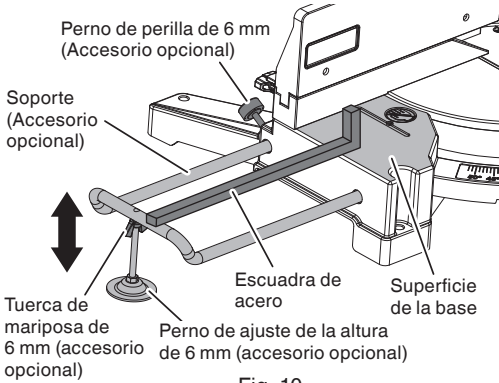

Fig. 10
- (1) Como se indica en la Fig. 10, utilice una escuadra de acero para alinear el borde superior de los soportes con la superficie de la base. Afloje el perno de perilla de 6 mm. Gire el perno de ajuste de la altura de 6 mm y ajuste la altura del soporte.
- (2) Después del ajuste, apriete con firmeza la tuerca de mariposa de 6 mm y ajuste el soporte con el perno de perilla de 6 mm (accesorio opcional). Si la longitud del perno de ajuste de la altura de 6 mm es insuficiente, coloque una placa delgada debajo. Corrobore que el extremo del perno de ajuste de la altura de 6 mm no sobresalga del soporte.